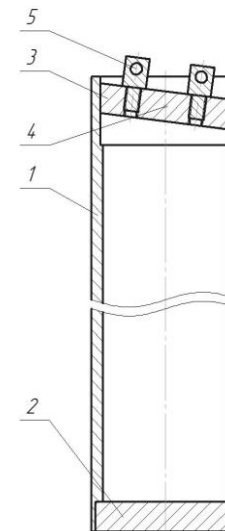

Рис. 1. Эскиз пробоотборников типа ПО-80. 1 – корпус; 2 – донце; 3 – поворотная крышка; 4 – винты крышки; 5 – бобышка для крепления троса.
5.1. Пробоотборники типа ПО-80 представляют собой цилиндрический сосуд (Рис.1. Поз.1), изготовленный из алюминиевого сплава. Пробоотборники имеют захлопывающуюся крышку (Поз.3), которая плотно притерта к корпусу пробоотборника, фиксируется винтами (Поз.4) и приводится в движение двумя отрезками металлического троса, закрывая пробоотборник при натяжении одного из отрезков троса.